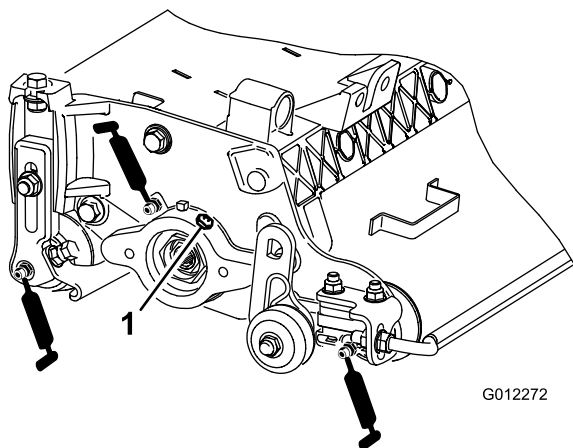

図 8
1 台のバーチカッターに 6 か所のグリスポイントがありますから 図 8、1 週間ごとにそれぞれのポイントに No.2 リチウム系汎用グリスを補給してください。
2. ローラのシールやベアリングのリリーフバルブからきれいなグリスがはみ出てくるまでグリスを注入する 図 8。